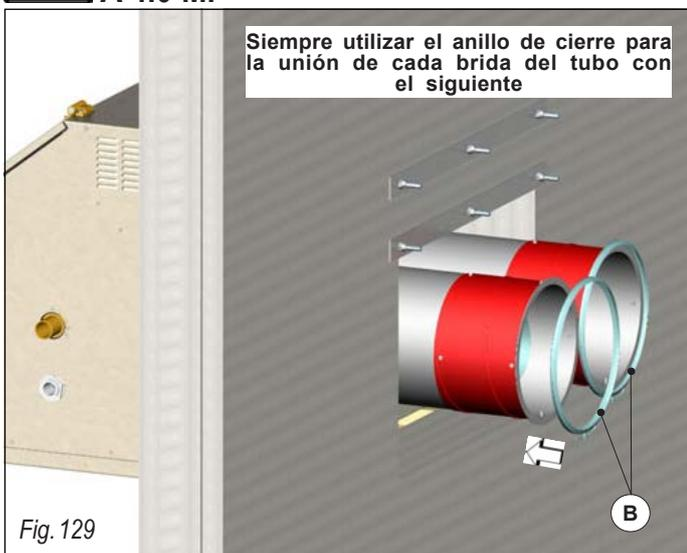
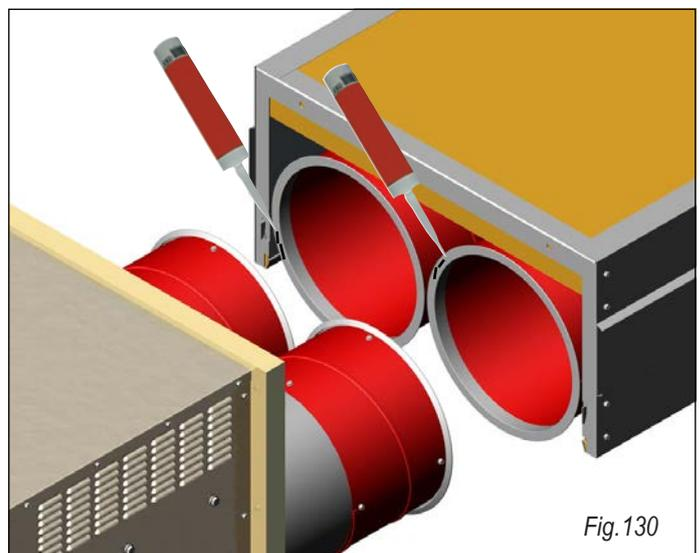

Fig. 129
Fig. 130
En la fig. 129, se muestra la correcta dirección de la pestaña macho para la **primera unidad de cinta de radiación**. Introducir el anillo de cierre (B) en las bridas de enganche puestas en el generador (fig. 130). Extender en las bridas de enganche de la cinta de radiación un cordón de silicona, véase la fig. 130.